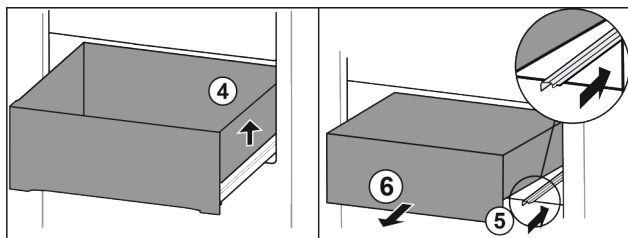

Fig. 78
- ▶ Nadzvedněte zásuvku vpravo. Fig. 78 (4)
- ▶ Zasuňte pravou kolejničku. Fig. 78 (5)
- ▶ Vjměte zásuvku dopředu. Fig. 78 (6)